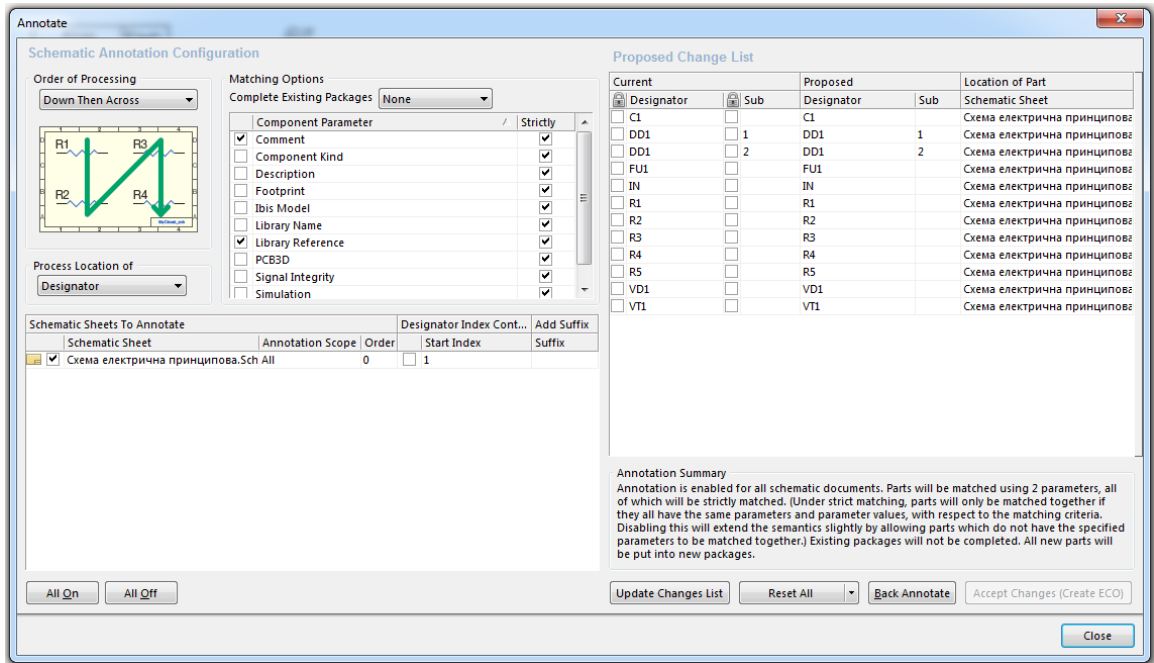

Рис. 4.9
11) Для компіляції та автоматичної нумерації компонентів схеми, виконайте команду **Tools-Annotate Schematics**. У вікні, що відкрилося (Рис. 4.9), у графі **Order of Processing**, встановіть значення **Down Then Across**. Виконайте команду **Update Changes List**, а потім **Accept Changes (Create ECO)**.